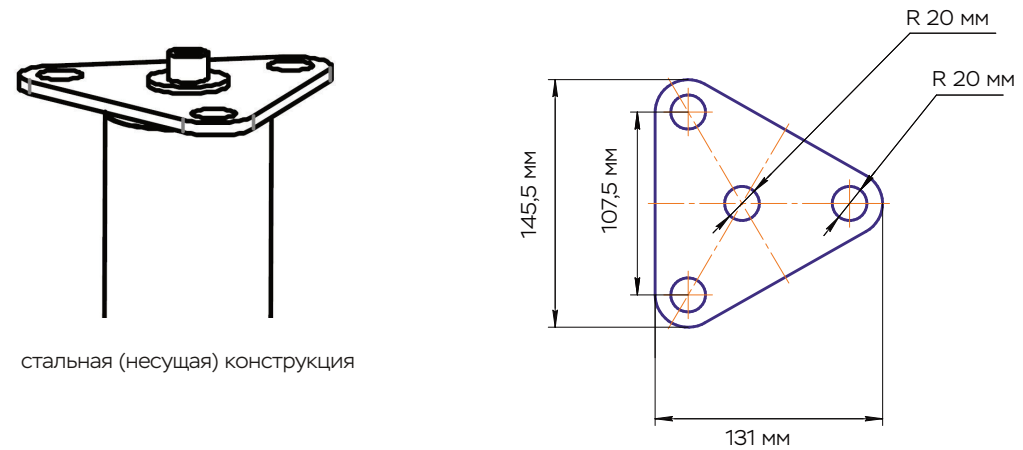

Рис. 3
2. Установка анкерной точки должна проводиться в соответствии с правилами выполнения механических и строительных соединений. Для соединения следует использовать болтовые элементы М16, изготовленные из нержавеющей стали класса не меньше А2/70. Длину болтов следует подбирать в соответствии с толщиной соединяемых элементов (примеры монтажа - Рис.3). Крепежные изделия в комплект поставки не входят.